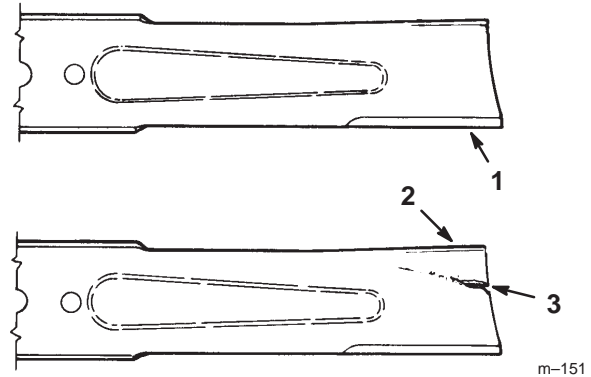

Figure 32
1. Inspectez les tranchants des lames (Fig. 32). Si les lames ne sont pas tranchantes ou si elles présentent des indentations, déposez-les et aiguisiez-les (voir Aiguisage des lames, page 33).
2. Inspectez les lames, surtout la partie incurvée (Fig. 32). Remplacez immédiatement toute lame endommagée, usée ou qui présente une entaille (repère 3 de la Fig. 32).